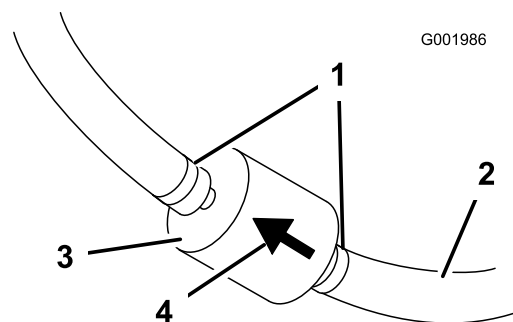

図 55
5. 古いフィルタのクランプをゆるめて脇に寄せる(図 55)。